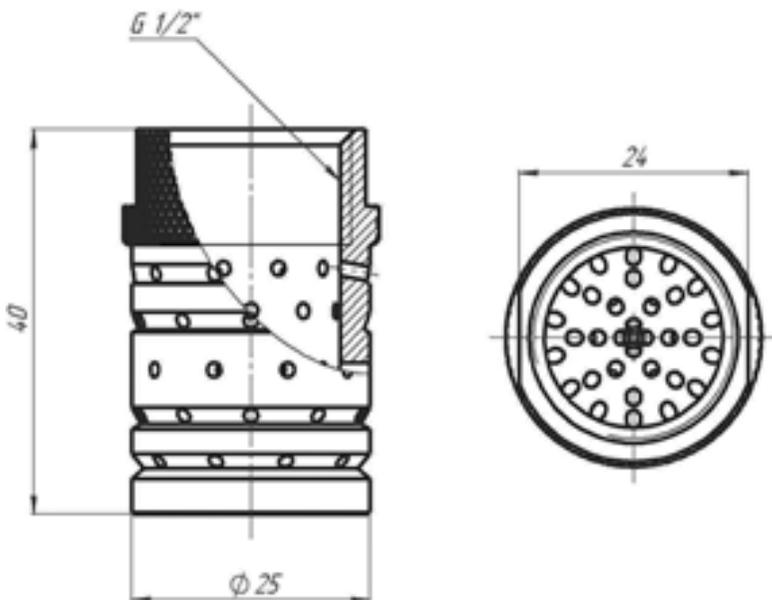

Рис. 2. Общий вид насадка-распылителя НС-145.
4.6 Общий вид насадка-распылителя «НС-145» и присоединительные размеры указаны на рис.2.